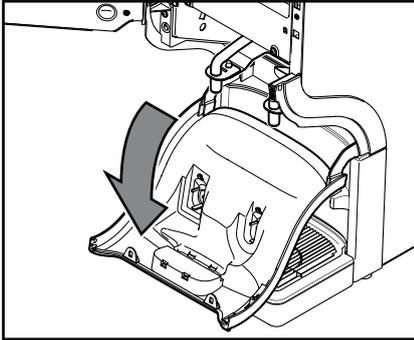

Fig. 36
- b. Puxe a cobertura das saídas para baixo. (Fig. 36)